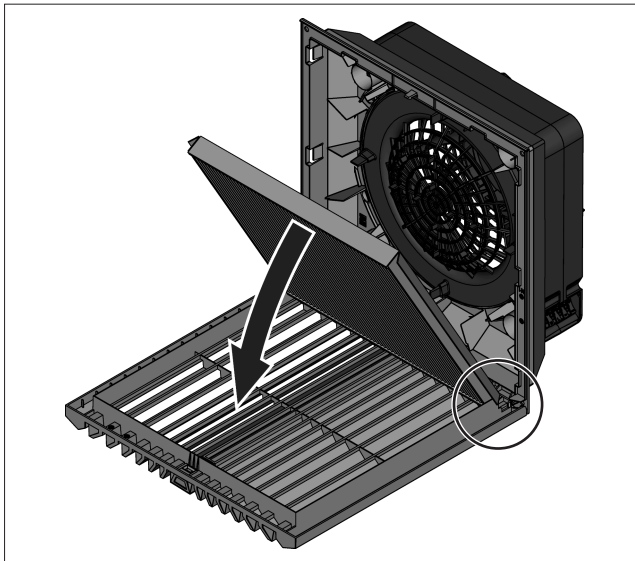

図11: プリーツフィルター IP54 の挿入
- ルーバーグリルにプリーツフィルターを挿入します。レタリング「Top」が挿入方向を示します(図11参照)。